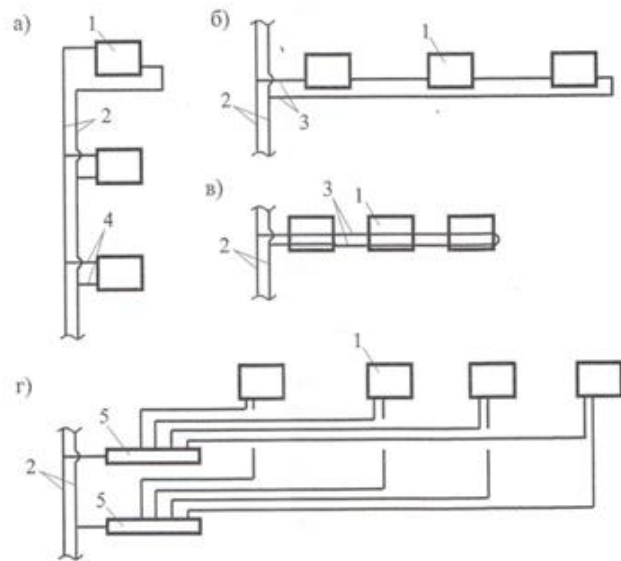

Рис. 1 (1 – отопительный прибор; 2 – стояк; 3 – ветвь; 4 – подводки; 5 – коллектор)
10. Какая из схем, приведенных на рис. 1, соответствует однотрубной ветви горизонтальной системы отопления?